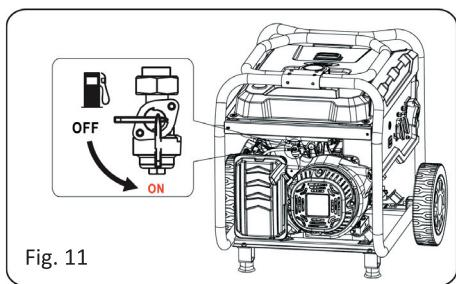

Fig. 11
- Sæt brændstofhanen i positionen On (åben). (Se Fig. 11).